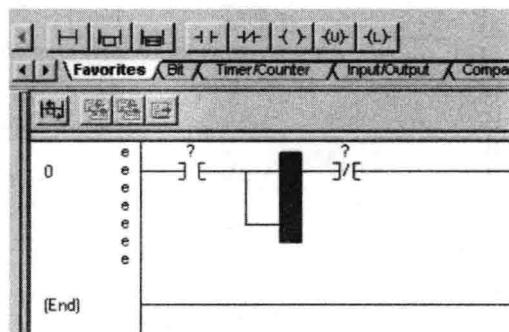

图 1-16 插入的分支标示
14. 在指令工具栏中单击分支指令 梯级上将插入一个分支，如图 1-16 所示。